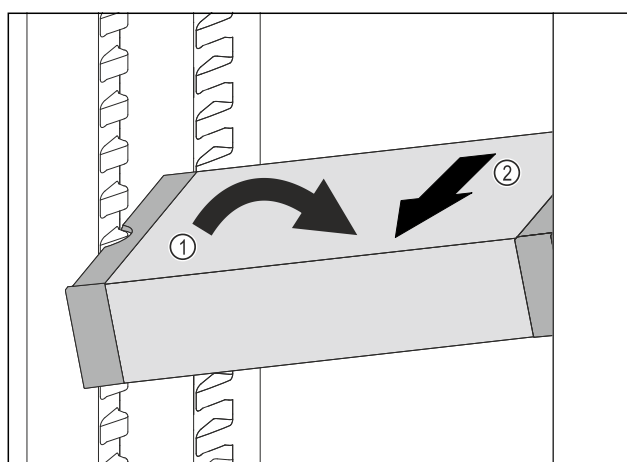

Fig. 124
- ▶ VarioSafe ustawić w chłodziarce pod skosem. Fig. 124 (1)
- ▶ VarioSafe wyjąć do przodu. Fig. 124 (2)